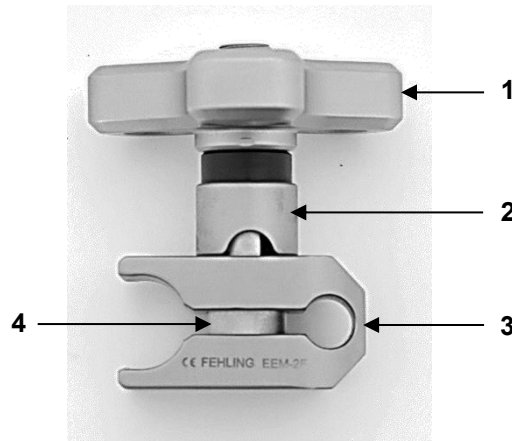

Abb. 5: Kreuzverbinder EEM-2F
Abbildung 5 zeigt den Kreuzverbinder EEM-2F. Dieser besteht aus einem Sterngriff (1), einer Klemmhülse (2), einem Klemmstück (3) und einer Gewindestange (4).